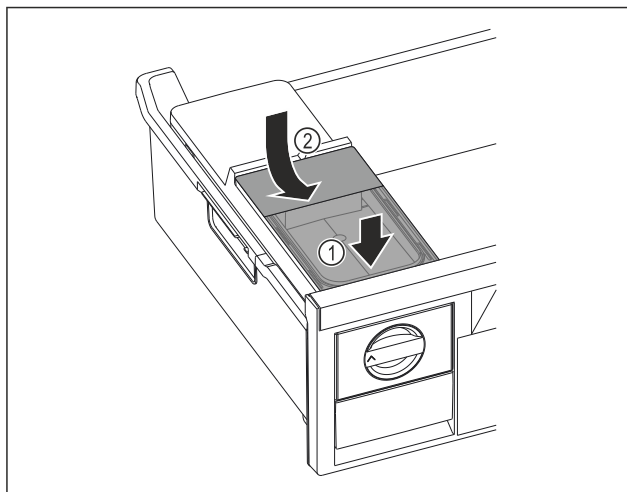

Fig. 130
- Sæt vandtanken i forfra. Fig. 130 (1)
- Sænk vandtank ned bagest. Fig. 130 (2)